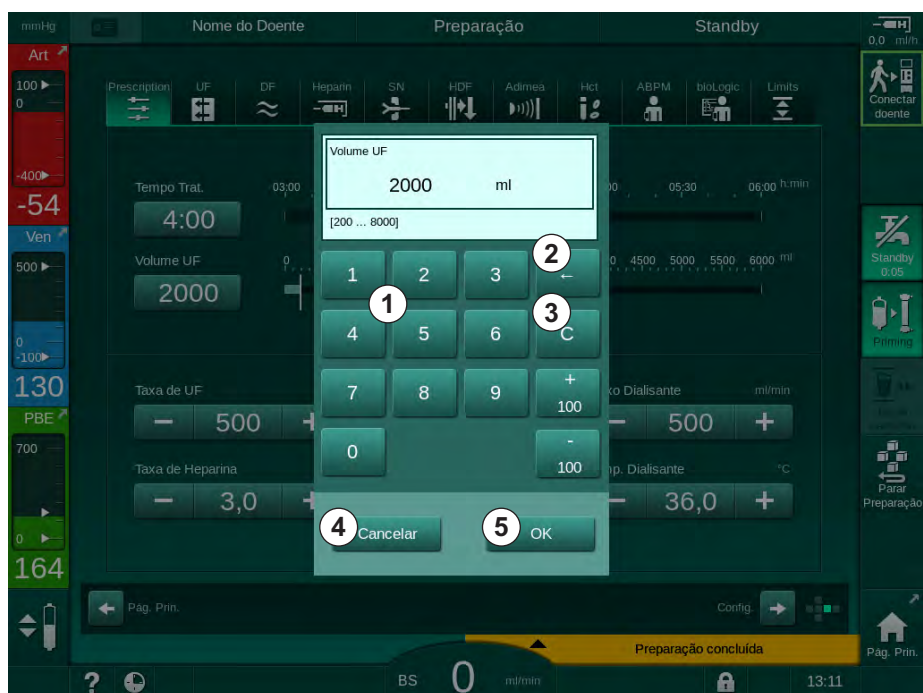

Fig. 3-19 Alteração de parâmetros
2. Toque no ícone do grupo de parâmetros que pretende alterar (exemplo em Fig. 3-19: dados de prescrição).
3. Toque no valor que pretende alterar (exemplo em Fig. 3-19: volume UF 2000 ml).
- Para reduzir o valor, toque em "-" até ser atingido o valor pretendido. Os passos permissíveis são predefinidos e indicados no botão (em Fig. 3-19: -100 ml).
- Para aumentar o valor, toque em "+" até ser atingido o valor pretendido. Os passos permissíveis são predefinidos e indicados no botão (em Fig. 3-19: +100 ml).
- Insira o novo valor utilizando as teclas numéricas. O intervalo de definições permitidas é especificado em parêntesis retos abaixo do valor numérico (em Fig. 3-19: [100 ... 10000]).